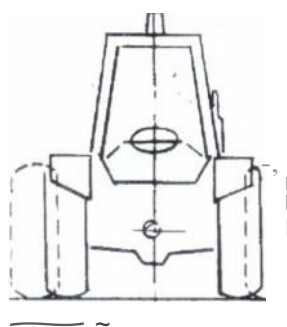

Рис. 21
- Отрегулируйте колеса трактора до максимальной длины (рис. 21). Балласт шасси трактора и заднее колесо напротив вытянутой руки. (FIG. 22).